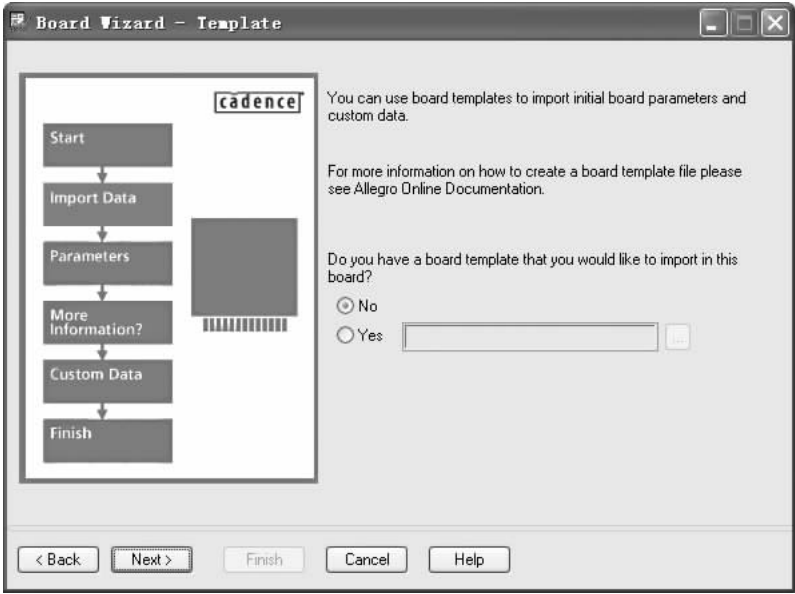
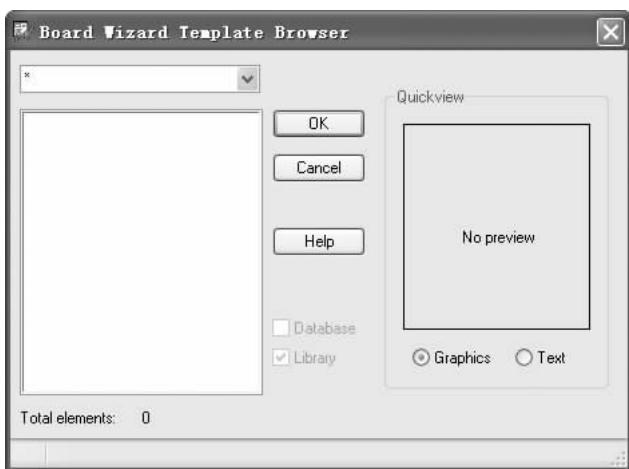

图 10-28 “Board Wizard – Template（板向导模板）”对话框
图 10-29 “Board Wizard Template Browser (搜索板向导模板)” 对话框
4. 单击 **Next >** 按钮，进入图 10-28 所示的对话框。提示用户是否有建好的电路模板需要导入。如果有模板选择“**Yes（是）**”选项，然后单击右侧 **...** 按钮，弹出如图 10-29 所示的“Board Wizard Template Browser（搜索板向导模板）”对话框，查找已有模板。若选择“**No（否）**”选项，表示不输入模板。